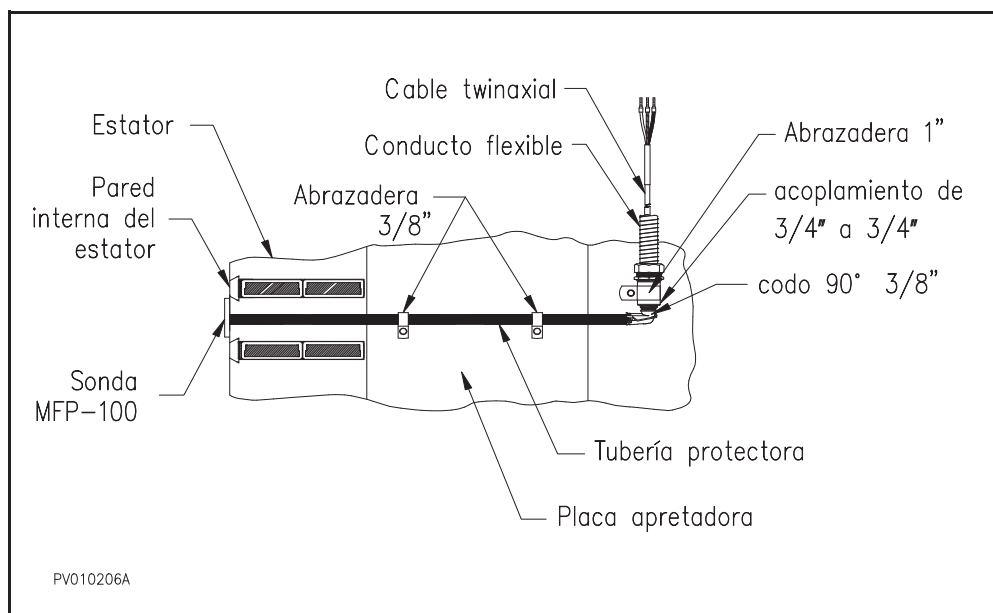

Figura 2
2. Asegure la tubería protectora y los acoplamientos de acuerdo a la *Figura 2*.